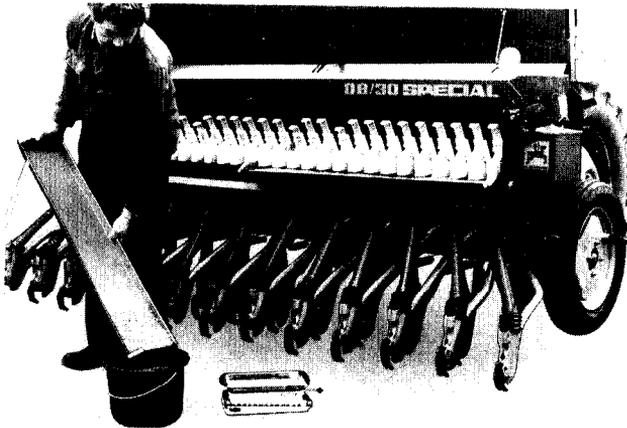

Fig. 25
--- Die Saatgutmenge wiegen (Fig. 25), die während der Abdrehprobe von den Abdrehtmulden aufgefangen worden ist.